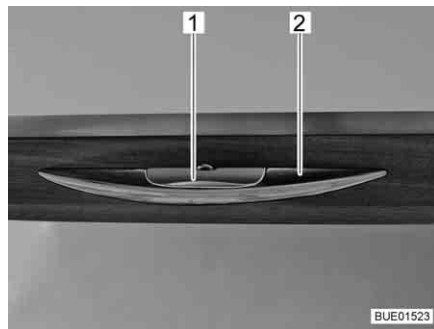

Bild 55 Möbelklappe mit Entriegelungsgriff
- Entriegelungsgriff (Bild 55,1) drücken und gedrückt halten.
- Am Griff (Bild 55,2) ziehen, bis die Möbelklappe offen ist.